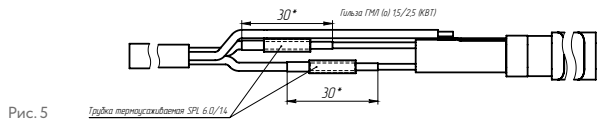

Рис. 5
5. Усадить с помощью воздушного термопистолета ($T=350\text{ }^{\circ}\text{C}$) трубки SPL 6,0/1,4 (30 мм) на Гильза ГМЛ (о) 1,5/2,5 (КВТ) (рис. 5).